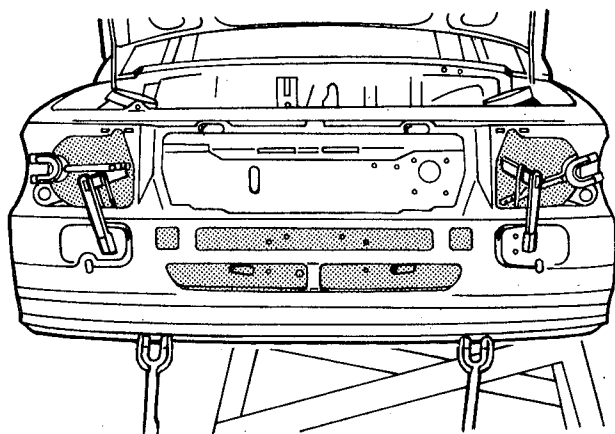

fig. 52
4. Posicionar o painel dianteiro e prendê-lo com pinças e grampos (fig. 52)